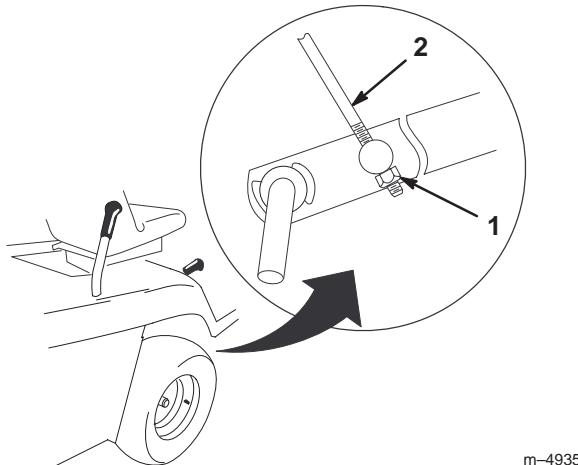

Figure 44
4. Réglez le contre-écrou M8 à l'extrémité de l'ensemble tige de réglage de hauteur jusqu'à ce que la tige soit légèrement tendue (Fig. 44).